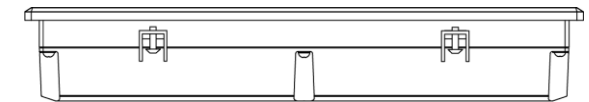

Рисунок 1 – Установлення кріпильних затискачів
3. Кріпильні затискачі вставити у вирізи на верхній і нижній сторонах корпусу (див. *рисунок 1*)